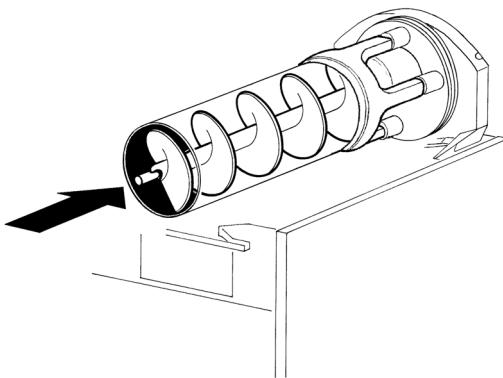

figura 13
- 5 - Enfilar el rascador interior en el evaporador, Poner atención a montar debitamente la junta posterior (ver figura 13).